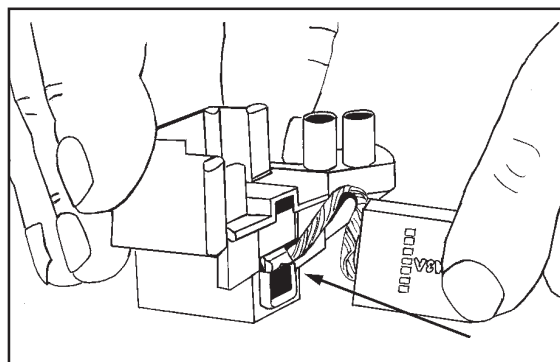

Figure14
7. Pour installer un balai neuf, acheminez le fil de dérivation autour de la borne en passant par le ressort et le guide du porte-balai. Prenez garde à ne pas endommager le ressort. Voir Figure 14.